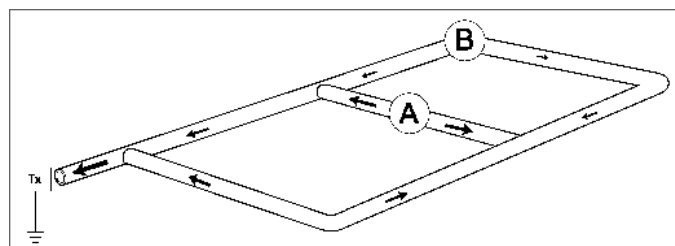

图 7.5 : 环接系统 2
在实践中，对于不同年龄和涂层的管道，读数为零 (0) 的点可以在任何地方。相应的电流读数将指示流动的方向 - 见图 7.5。